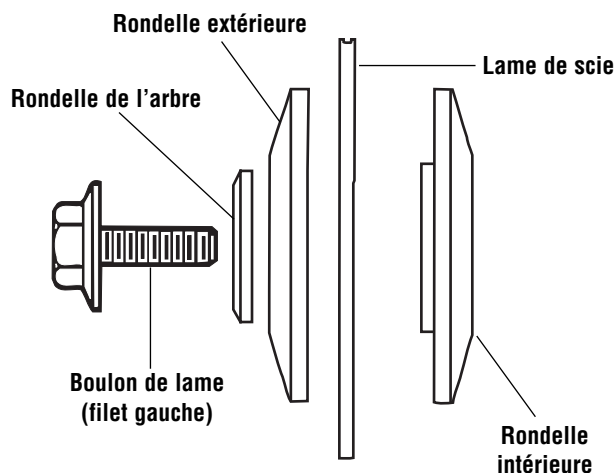

Figure 2. Ferrures de lame
5. Retirez le boulon de lame, la rondelle de l'arbre, la rondelle extérieure et la lame. Il n'est pas nécessaire de retirer la rondelle intérieure (Figure 2).